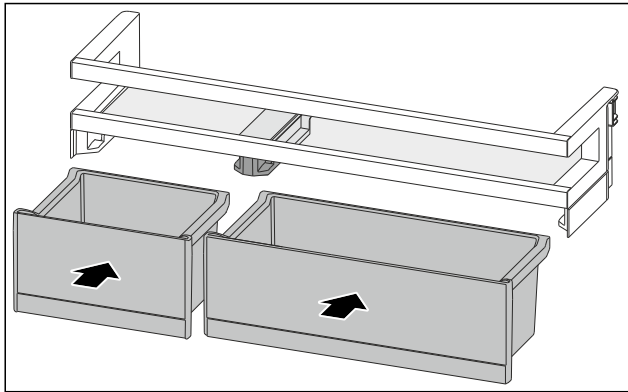

Fig. 194
- ▶ VarioBoxen in getauschter Anordnung einsetzen. (siehe Fig. 194)